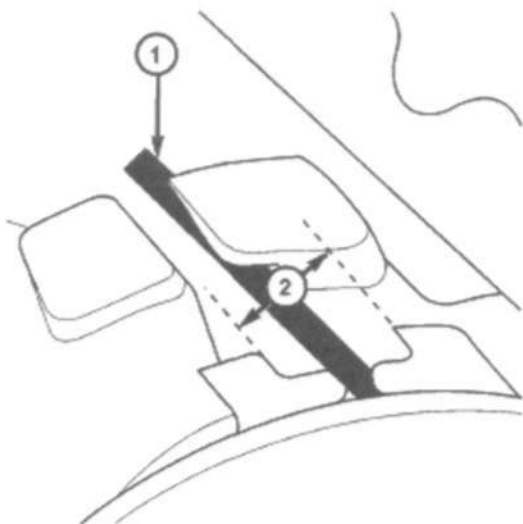

Рис. 110 Проверка натяжения ремня ГРМ
(8) Убедиться, что лапка пружины находится в поле допуска (Рис.110). Если лапка находится в поле допуска, процесс установки завершается без каких-либо дополнительных операций. В противном случае повторить операции с 5 по 7.